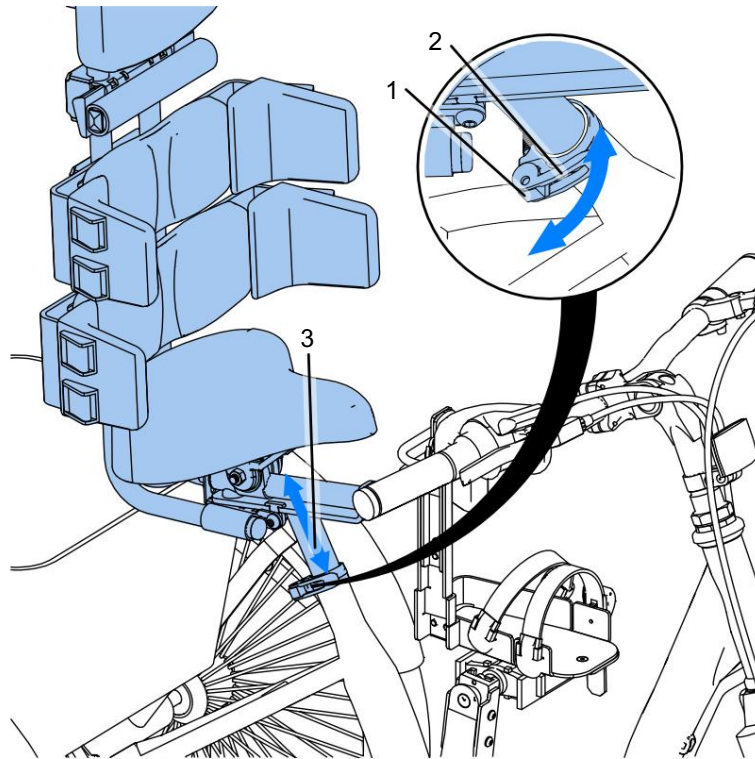

Figura 9
La figura 9 muestra cómo ajustar la altura del asiento. Afloje el perno excéntrico (1) tirando de la palanca de sujeción (2). El tubo del asiento quedará entonces suelto, lo que permite subir o bajar la tija del asiento (3) hasta la altura deseada. La parte superior del asiento debe estar a la altura de la cadera del usuario. Una vez que el asiento esté ajustado a la altura adecuada, alinéelo con el eje longitudinal de la bicicleta. A continuación, apriete el perno excéntrico (1).